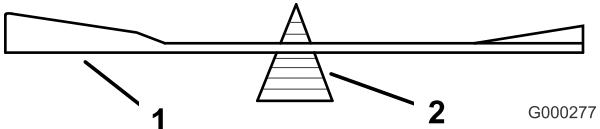

**Bild 66**
1. Schärfen Sie die Schnittkante an beiden Enden des Schnittmessers mit einer Feile (Bild 66). Behalten Sie den ursprünglichen Winkel bei. Das Schnittmesser behält seine Auswuchtung bei, wenn von beiden Schnittkanten die gleiche Materialmenge entfernt wird.